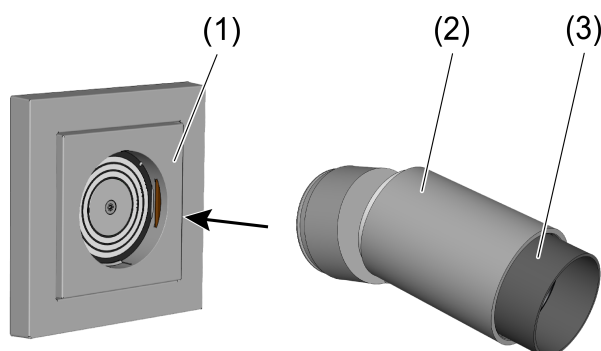

Bild 2: Montering av ljuspåsatsen
- Placera ljuspåsatsen (2) i det monterade ljusuttaget (1) (Bild 2).